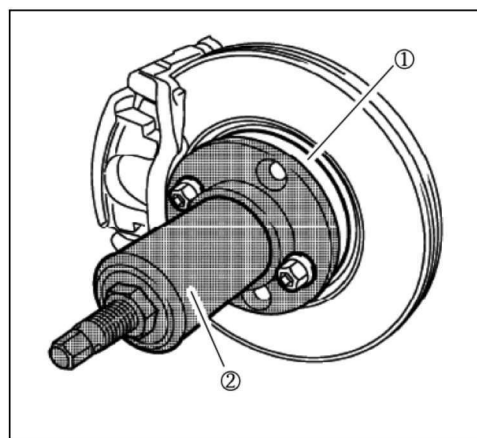

图 1-18 安装双头螺栓
- ⑦ 将车轮驱动轴螺母②从车轮驱动轴①上拆下并更换,如图 1-18 所示。
- ⑧ 如图 1-18 所示,紧固 2 个车辆螺母,将 CH-49400 拆卸工具②安装至车轮双头螺栓上。